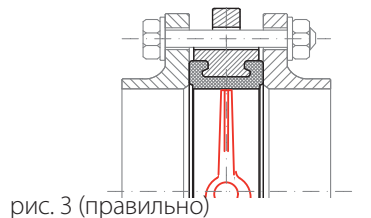

рис. 3 (правильно)
4. Перед началом монтажа важно убедиться, что внутренний диаметр фланцев соответствует номинальному диаметру дискового поворотного затвора (рис. 3).